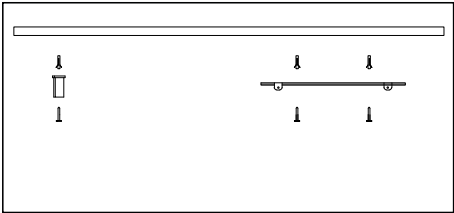

Рис. 1
- 5.10 Установите монтажное крепление троса и монтажную пластину драйвера на поверхности потолка по месту установки осветительного прибора (рис. 1).